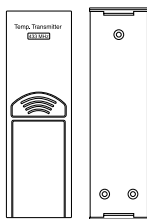

Figure 2
2. Le capteur de température distant (TX6U) et son support. (Figure 2)